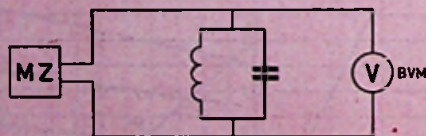

Fig. 8
- a. Om de resonantiekromme van een afstemkring te bepalen worden een meetzender (MZ) en een buisvoltmeter (BVM) parallel over de kring aangesloten (zie fig. 8).